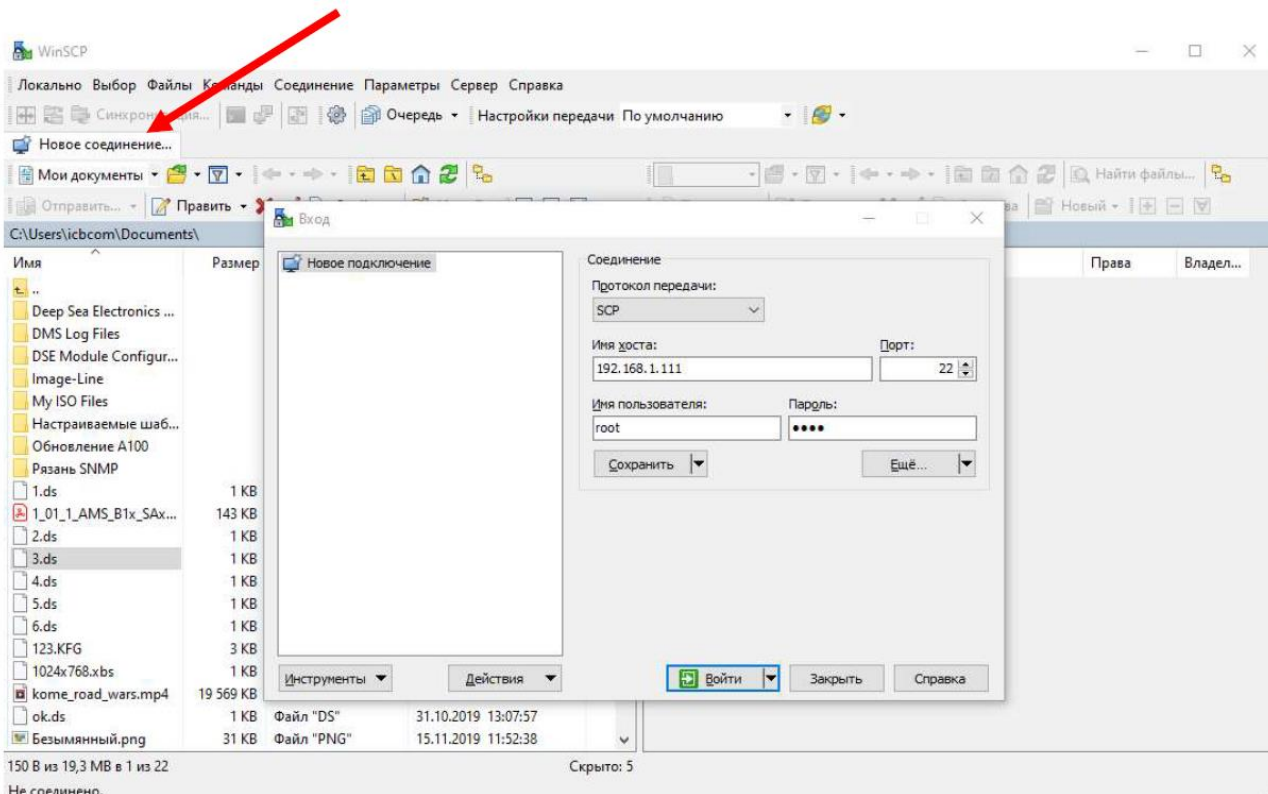

Рисунок 7 – «Новое соединение»
2. Нажать “Новое соединение...” (Рисунок 7)